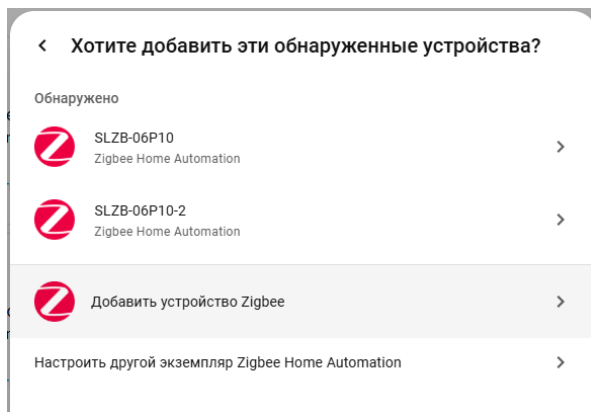

Рис. 3.16. Окно выбора/добавления устройства Zigbee
5. Нажимаем “Добавить устройство Zigbee” (рис. 3.16).